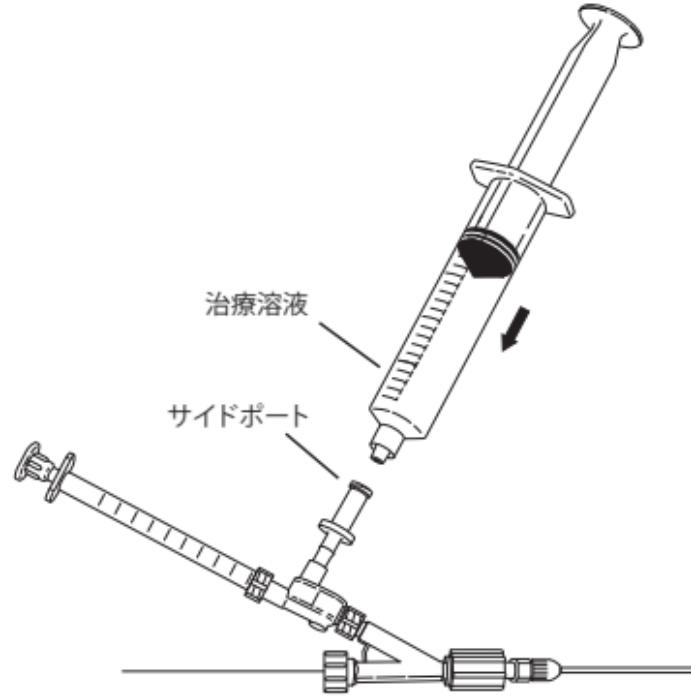

図7
9. 治療溶液の投与を開始するには、ヘパリン加生理食塩水が入った20 mlシリンジをはずしてサイドポート接続部に溶液が盛り上がった状態にします。溶液が入った別のシリンジをサイドポートに取り付ける前に、気泡がすべて除去されていることを確認します。治療溶液が入ったシリンジを再び取り付けます。(図7)